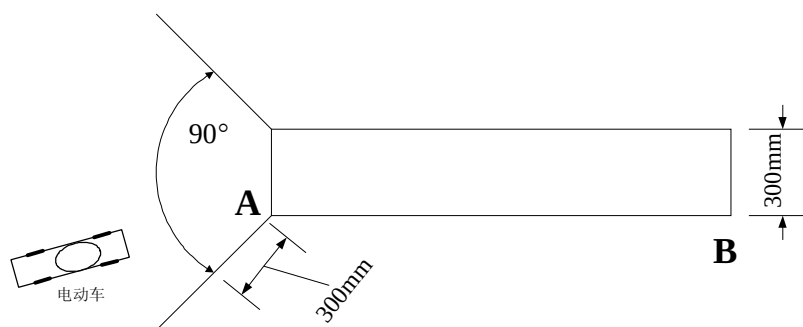

图3 自动驶上跷跷板示意图
- (1) 将电动车放置在地面距离跷跷板起始端 A 点 300mm 以外、90° 扇形区域内某一指定位置（车头朝向跷跷板），电动车能够自动驶上跷跷板，如图 3 所示：